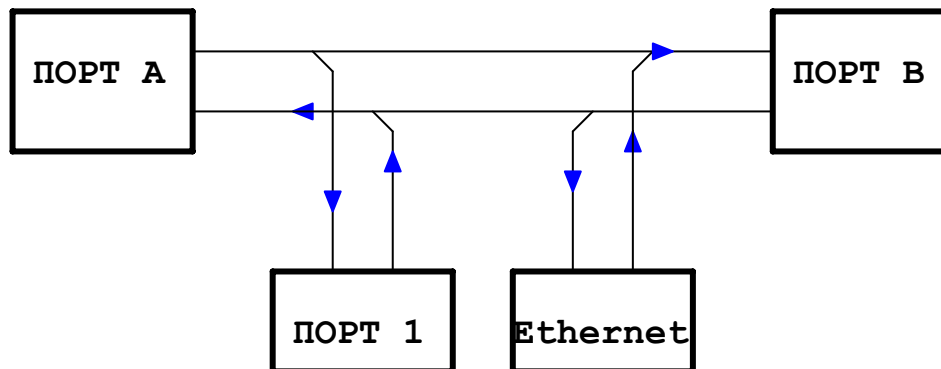

Рис. 22 Вариант схемы коммутации потоков
- в карте назначения порта А задействованы один адресат из 3-х. В этом случае пользователь может выбрать один из оставшихся адресатов и назначить для него карту распределения. Выбор определяется первым назначенным в карте адресом. Попытки использовать далее другие источники будут блокироваться программно! В мультиплексоре ГМ-2 возможна реализация схемы коммутации показанной на Рис. 22. В такой схеме задан кросс-коннект между портами А и В, часть потока Порта А коммутируется в цифровой порт 1, а часть потока Порта В коммутируется в другой цифровой порт, в примере – в порт Ethernet. Число цифровых портов для портов А и В может быть от одного до трех.
На Рис.22 показана типовая схема построения сети между двумя офисами. Через порты В соединены учрежденческие АТС, а через порты А осуществляется транспортировка каналов через кабельную сеть Е1. Предположим, пользователь арендует у провайдера кабельной сети ограниченное число тайм-слотов. Часть тайм-слотов (например первые 6) используется для транспортировки телефонных каналов. Следующие 2 тайм-слота задействованы для соединения сегментов локальных сетей Ethernet. Кроме того, необходимо сохранить сигнализацию по телефонным каналам в 16-м тайм-слоте. Для того, чтобы получить плотное, без пустых тайм-слотов размещение каналов, требуется переставить 16 тайм-слот приемника порта В в позицию 9 кадра передатчика порта А. В этом случае для транспортировки данных по сети Е1 можно арендовать 9 первых тайм-слотов в кадре.